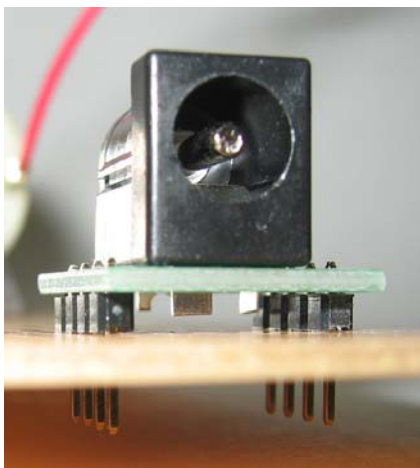

図 5.1 DC ジャック変換基板
(1) 電源部
- DC ジャック変換基板に取り付ける DC ジャック MJ-179P の端子が ICB-96 基板に接触します。そのため、図 5.1 に示すように接触しないように切断してください。